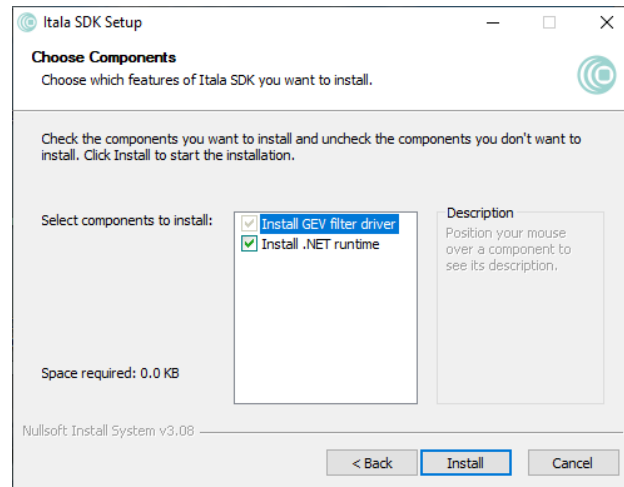

Figure 25: Finestra di selezione dei componenti.
5. Selezionare i componenti da installare (Fig.25). Nel caso di installazione del solo filter driver, il passo 6 può essere saltato.